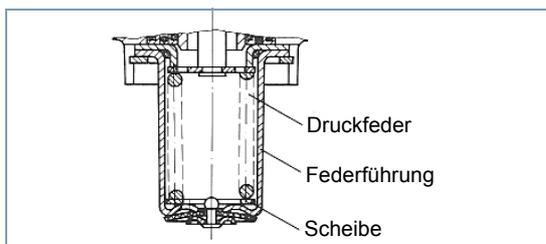

Abb. 8 Lage der Scheibe
- Druck P6 durch Einlegen von Scheiben (siehe Abb. 8) auf eine max. 1,1 bar Voreilung einstellen.